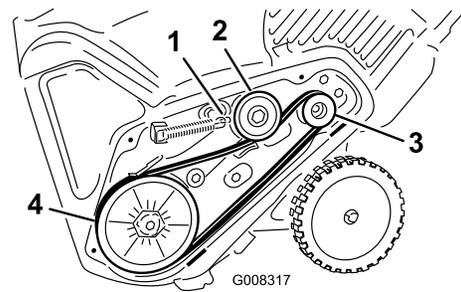

Figura 28
5. Instale la correa de transmisión nueva, enrutándola como se muestra en Figura 28.
8. Instale el muelle del freno en el brazo tensor (Figura 28).